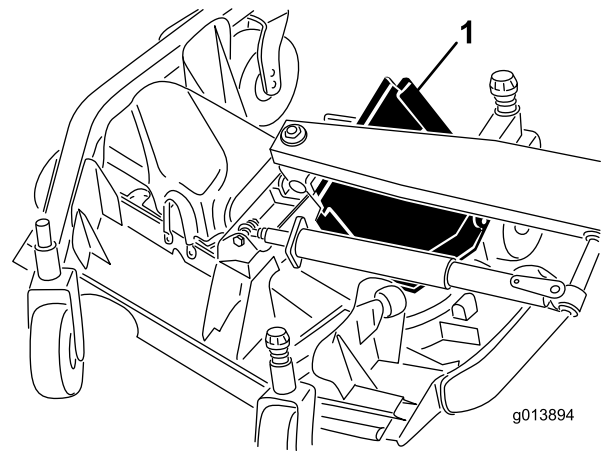

図 48
6. 前側エッジを持ち上げ、これを昇降アームとローラの間へ抜き出す（図 48）。